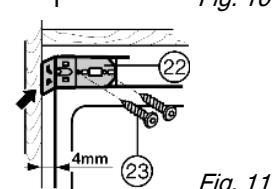

Fig. 11
► Привинтите крепежный уголок Fig. 11 (22) винтами Fig. 11 (23).